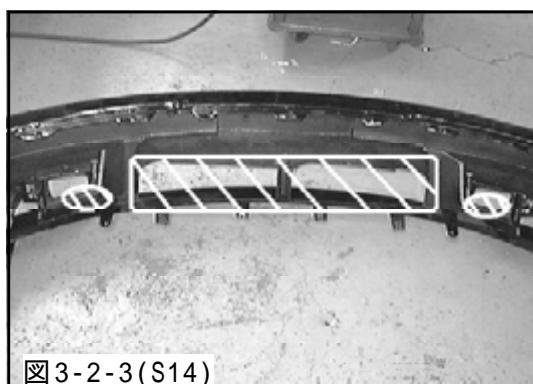
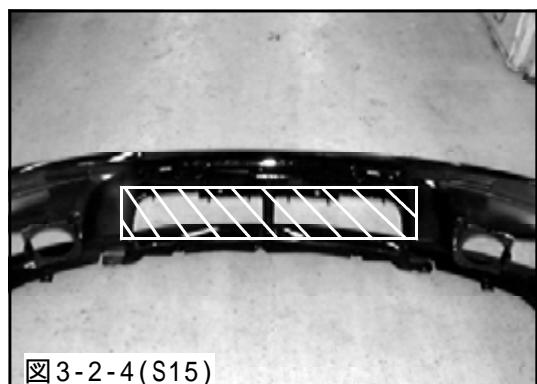

図3-2-3(S14)
図3-2-4(S15)
(2)バンパとキットパーツが干渉しないように図の斜線部を切取り、バンパを取付けてください。(図3-2-3,図3-2-4)